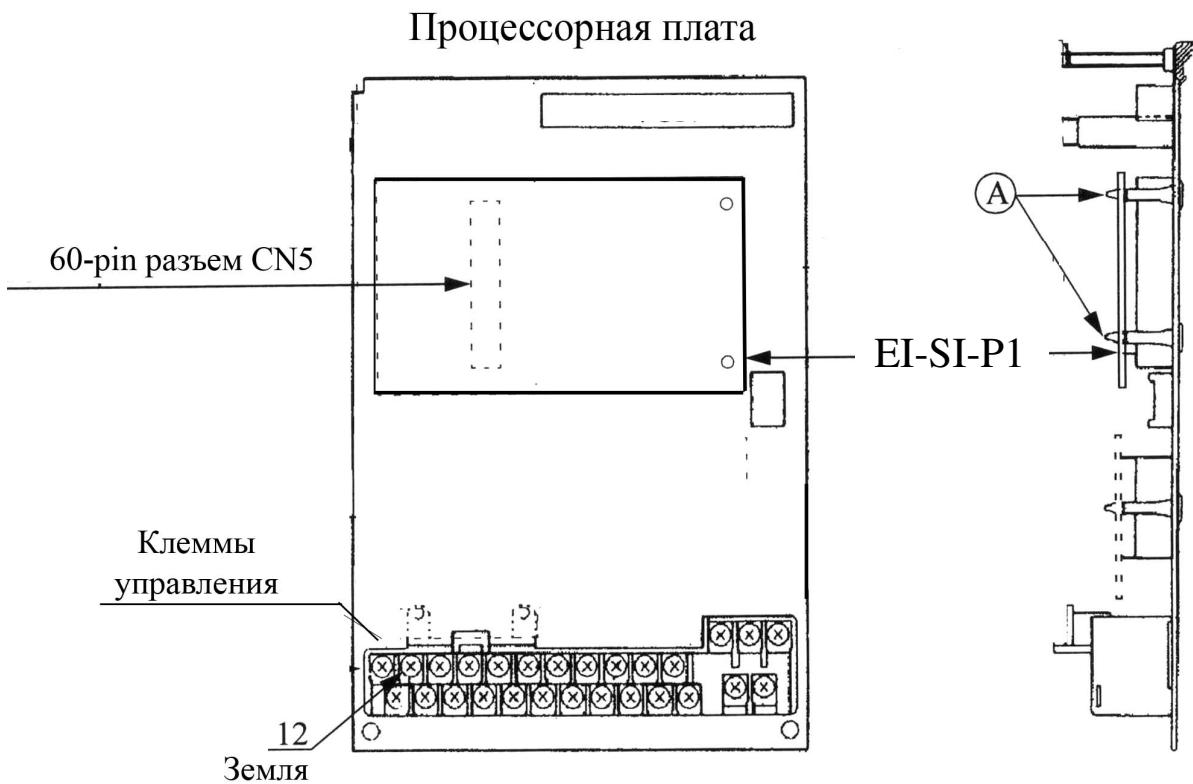

Рис.2. Установка модуля EI-SI-P1
4.4. Установите модуль EI-SI-P1 на процессорную плату ПЧ таким образом, чтобы 60-пиновый разъем модуля EI-SI-P1 соединился с разъемом CN5 процессорной платы, как показано на рис.2. Два пластмассовых фиксатора процессорной платы (зона A на рис.2.) должны войти в соответствующие отверстия модуля EI-SI-P1 и надежно его зафиксировать.